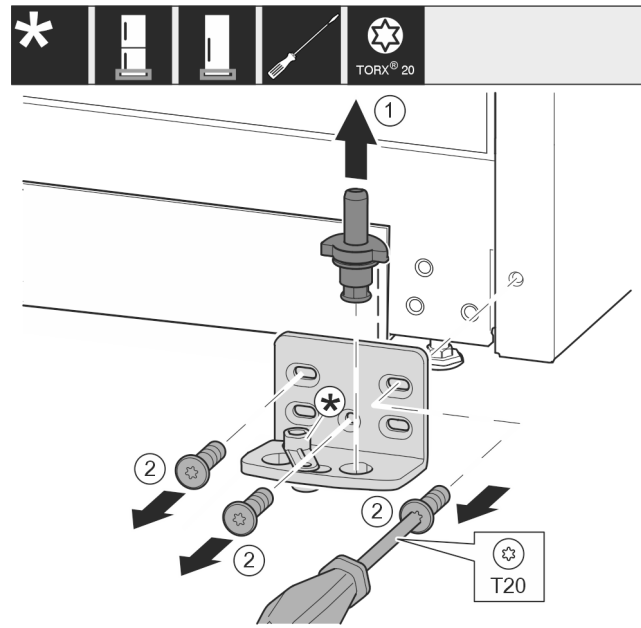

Fig. 12
- ▶ Trekk lagerboltene Fig. 12 (1) fullstendig ut oppover.
- ▶ Trekk ut skruene Fig. 12 (2) med en skrutrekker og fjern lagerblokken.